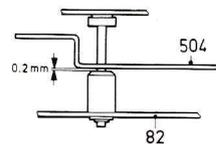

Fig. 18
- En position "Ejection cassette", lorsque la touche d'éjection est pressée dans la position extrême, l'étrier de déverrouillage 504 doit être à 0,2 mm de la douille de palier sur le levier 82 (fig. 18).